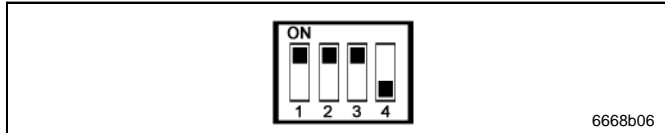

Fig. 14 Interruptor DIP: - modo de ajuste -
- ➔ Ajuste los interruptores DIP (véase fig. 2, página 6) según mostrado en fig. 14: